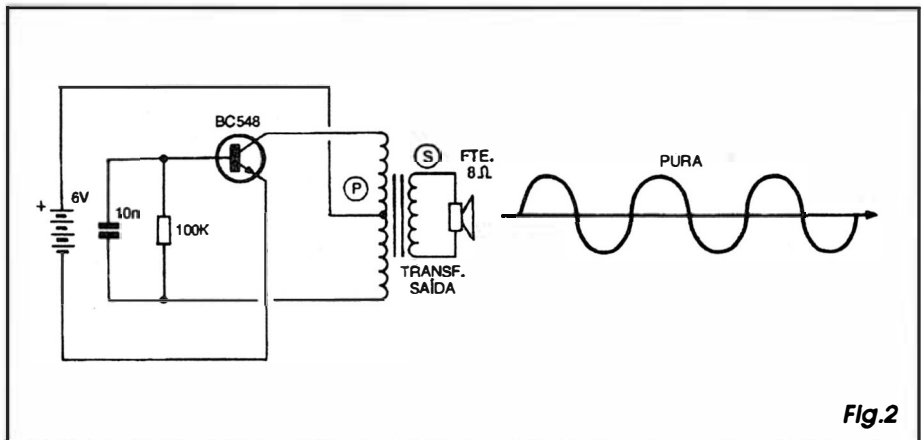

Fig. 2
- FIG. 2 - A GERAÇÃO ELETRÔNICA DE UM SOM PURO... - Numa configuração circuitual já estudada, um oscilador tipo *Hartley* baseado em apenas um transistor, pode entregar a um alto-falante um sinal elétrico com *desenho* senoidal (ou bastante próximo disso...), gerando assim um **SOM PURO**... Notar que os circuitos osciladores que trabalham com realimentação indutiva (como é o caso...) normalmente produzem sons cujo *desenho* de onda mostra transições mais suaves, mais *arredondadas*, características das senóides que traduzem os chamados sons puros...